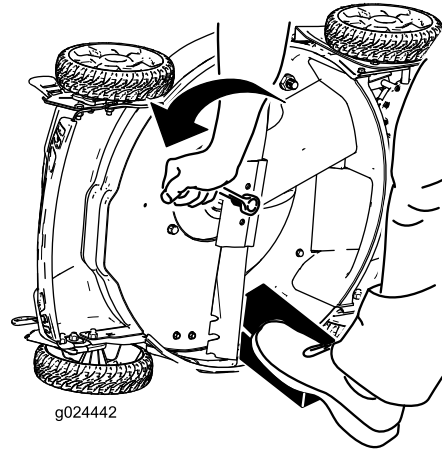

Figura 31
3. Utilice un bloque de madera para inmovilizar la cuchilla (Figura 31).
4. Retire la cuchilla girando el perno de la cuchilla en sentido antihorario, conservando todas las fijaciones de montaje para la instalación de la cuchilla nueva (Figura 31).